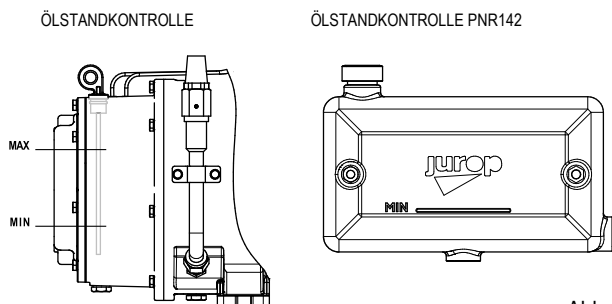

Abb. 6.1
- Auf keinen Fall unter dem Mindeststand senken: Gefahr von Trockenbetrieb mit darauffolgenden schweren Schäden. (Siehe Abb. 6.1).